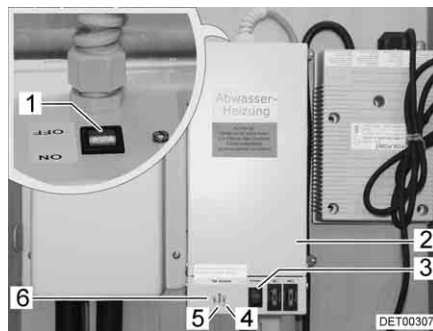

Bild 118 Transformator med regulator
Transformatorn 230 V AC/12 V DC (Bild 118,2) är beroende på modell monterad i klädskalet eller i den främre bänken på sittgruppen.
- Kontrolllampan (Bild 118,5) lyser grönt: Regleringen aktiv
- Kontrolllamporna (Bild 118,4 och 6) lyser rött: Avloppsledningarna värms upp
I huset sitter en återfjädrande kontrollknapp (Bild 118,3) med vilken regulatorn kan tas i drift under en kort tid. Genom att trycka på den återfjädrande kontrollknappen låter sig uppvärmningen testas, även när omgivningstemperaturen ligger över 5 °C.
- Ställ brytaren (Bild 118,1) på transformatorn (Bild 118,2) på "ON".
- Ställ brytaren (Bild 118,1) på transformatorn (Bild 118,2) på "OFF".